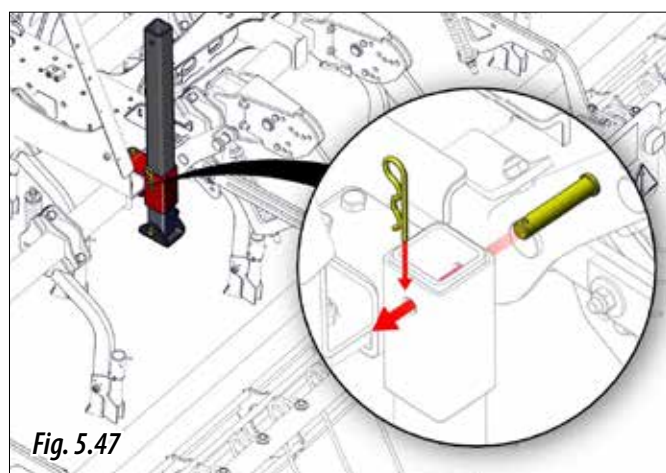

Fig. 5.47
**3-** Puneți la loc bolțul și agrafa (Fig. 5.47).